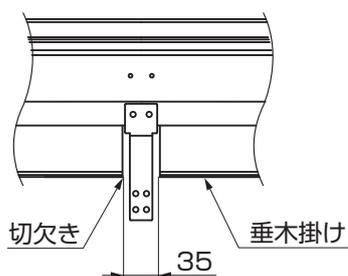

図3-6 ガーデンルームプラスタイプの場合
- ガーデンルームプラスタイプの場合の垂木に上部方立を取付ける場合は、垂木掛けに切欠きが必要です。(図3-6参照)